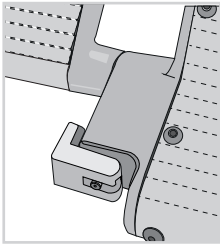
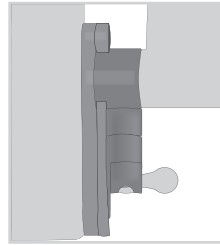

Bild 4a SAN-0125
Bild 4c SAN-0288
2. Öffnen Sie die rechte und linke Blockierungsvorrichtung (Bild 4a,b (SAN-0125) / Bild 4c,d (SAN-0288).